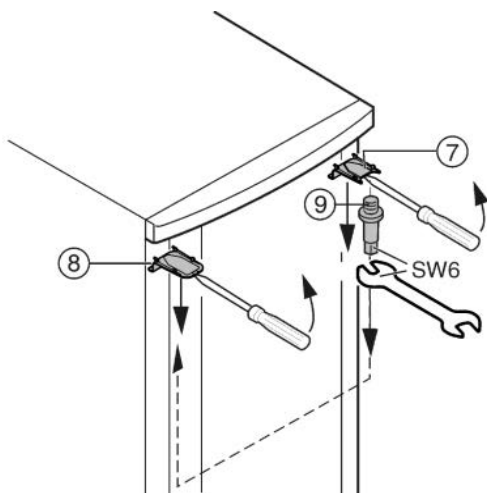

Fig. 6
- ▶ Верхнюю крышку Fig. 6 (7) и крышку Fig. 6 (8) с помощью отвертки выведите вперед из фиксатора и снимите, наклоня вниз.
- ▶ Выкрутите опорный палец Fig. 6 (9) и вкрутите на противоположной стороне (**с моментом 4 Нм**).
- ▶ Снова установите крышку Fig. 6 (7) на стороне опорного пальца: насадите сзади, защелкните спереди.
- ▶ Установите крышку Fig. 6 (8) на противоположной стороне: насадите сзади, защелкните спереди.
- ▶ Подвесьте верхнюю часть двери на опорный палец Fig. 6 (9).